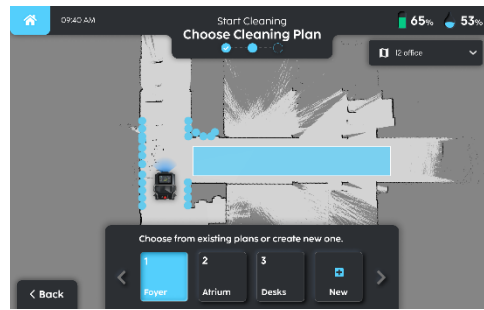

Fig. 4
4. De positie van de R3 SCRUB op de kaart wordt aangegeven met een pijlpunt (Fig. 4). De punten en segmenten op de kaart weerspiegelen het zicht van de robot door de LIDAR.